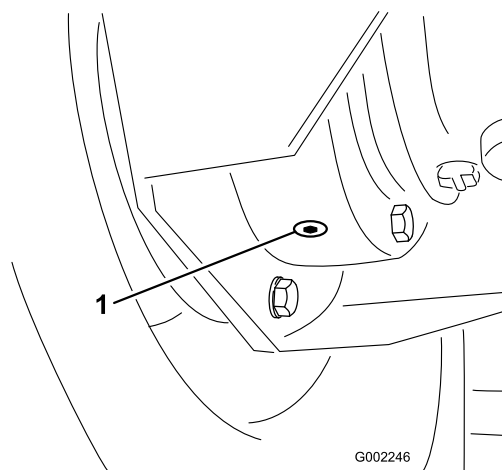

Figura 50
4. Coloque um recipiente debaixo do tampão de escoamento interior e retire-o (Figura 50).